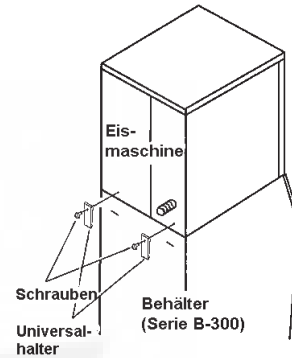

Abb. 2
- 4) Die beiden Universalhalter und Schrauben aus der Zubehöropackung nehmen und damit Eismaschine am Behälter befestigen. (Vgl. Abb. 2).